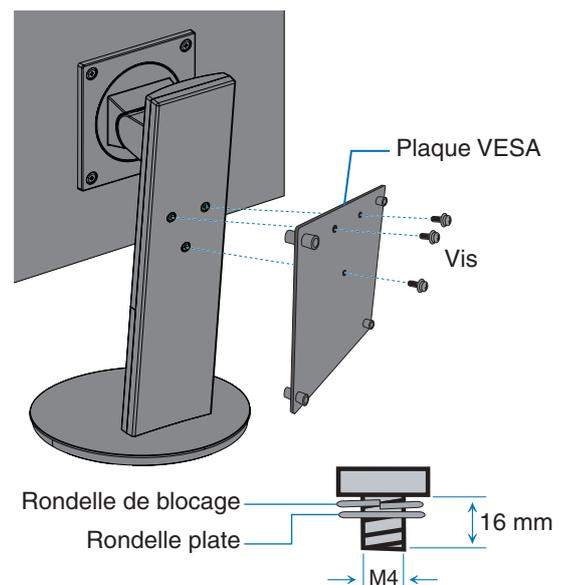

Figure V.1
- Utilisez uniquement les vis retirées du moniteur ou celles fournies (**Figure V.1**).